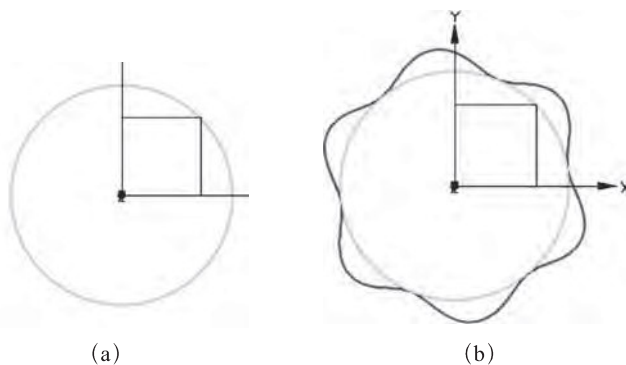

图 2-67 圆曲线的正弦规律偏置
13. 完成图2-67 (a) 所示的直径为100的曲线圆, 要求按正弦规律外偏, 最大偏置距离设为10, 如图2-67 (b) 所示。